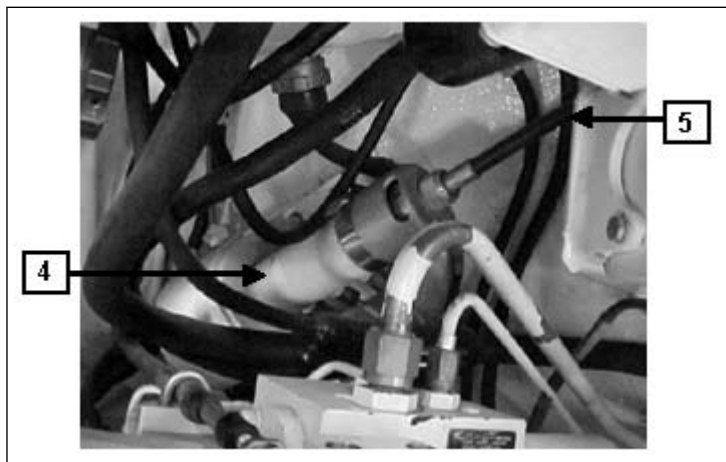

Fig 4-114. Atuador de superelevação e eixo
c. Atuador de superelevação (Fig 4-114)
(1) O atuador de superelevação (4) está localizado no lado direito da torre, estando conectado ao conjunto de força do sistema hidráulico e ao mecanismo de elevação do tubo. Este componente recebe as informações do computador balístico M21 relativas à elevação a ser adotada, e envia ao mecanismo de elevação.
d. Eixo do atuador de superelevação (Fig 4-114)
(1) O eixo do atuador de superelevação (5) é flexível e interliga o computador M21 ao atuador de superelevação. Tal componente é o responsável pela transmissão das informações relativas a elevação/depressão a ser introduzida no tubo.